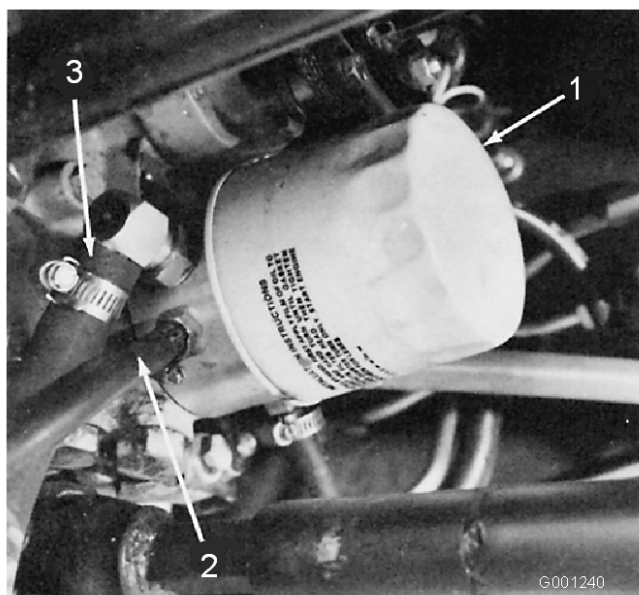

Figura 69
4. Limpie la zona alrededor del filtro de aceite hidráulico y retire el filtro (Figura 69).